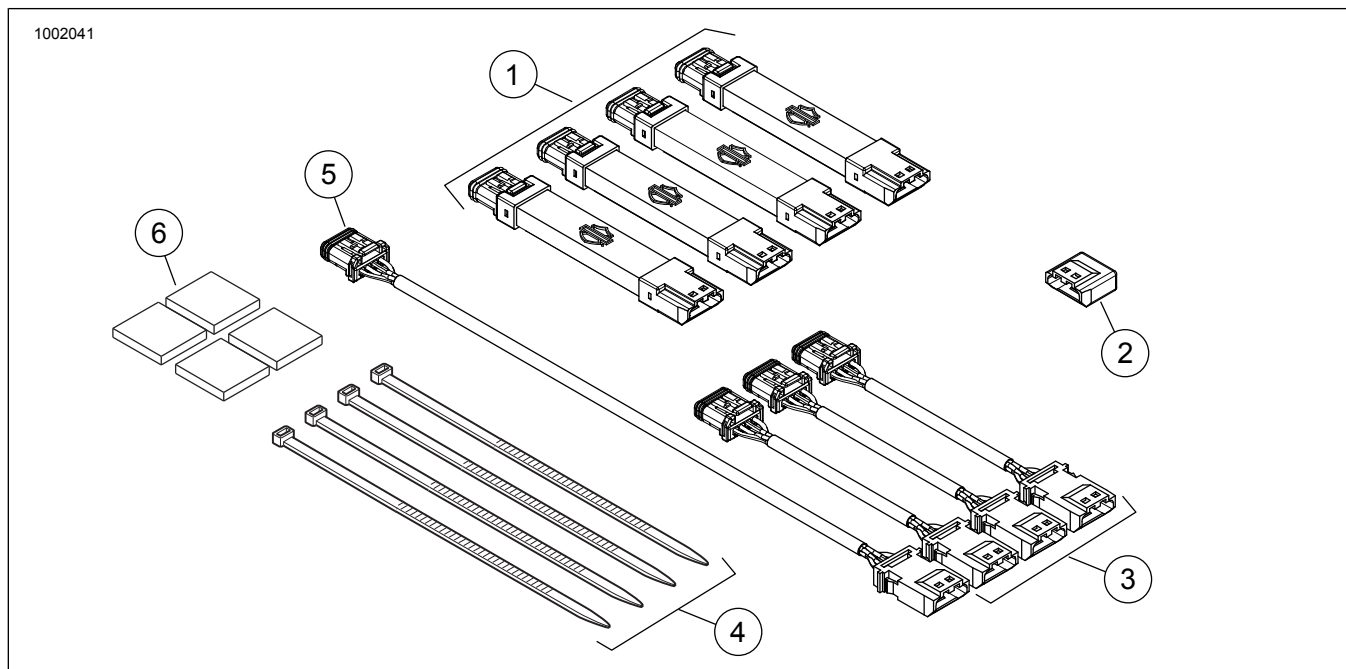

Figura 2. Parti di ricambio, kit moduli luminosi Spectra Glo
Figura 2 e Tabella 1.
2. Figura 2 Montare (montaggio a secco) i moduli luminosi (1) e il cablaggio (3 e 5) nella configurazione desiderata.